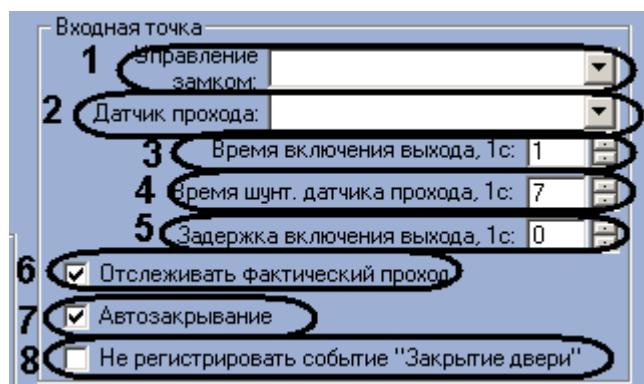

Рис. 3.4-17 Параметры группы Входная точка
8. Настроить параметры группы **Входная точка** (Рис. 3.4-17).
- 8.1 Из раскрывающегося списка **Управление замком:** выбрать выходное реле, открывающее замок (см. Рис. 3.4-17, 1).
- 8.2 Из раскрывающегося списка **Датчик прохода:** выбрать вход, служащий для подключения датчика прохода на вход (см. Рис. 3.4-17, 2).
- 8.3 В поле **Время включения выхода, 1с:** установить с помощью кнопок **вверх-вниз** время включения замка двери (время прохода) в секундах (см. Рис. 3.4-17, 3).
- 8.4 В поле **Время шунт. датчика прохода, 1с:** установить с помощью кнопок **вверх-вниз** время шунтирования датчика прохода на вход в секундах (см. Рис. 3.4-17, 4).
- 8.5 В поле **Задержка включения выхода, 1с:** установить с помощью кнопок **вверх-вниз** время задержки открывания на выход (см. Рис. 3.4-17, 5).
- 8.6 Установить флажок **Отслеживать фактический проход**, если необходимо регистрировать проход по срабатыванию датчика прохода (см. Рис. 3.4-17, 6).
- 8.7 Для включения режима, при котором по факту выхода досрочно выключается замок и берётся под охрану датчик прохода на выход, необходимо установить флажок **Автозакрывание** (см. Рис. 3.4-17, 7).
- 8.8 Для того, чтобы в протоколе событий не регистрировалось событие о закрытии турникета на выход после закрытия турникета, необходимо установить флажок **Не регистрировать событие "Закрытие двери"** (см. Рис. 3.4-17, 8).